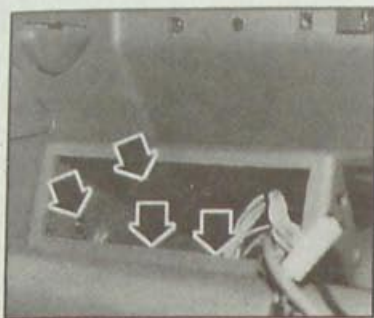

Рис. 13.48. Расположение винтов крепления бокса для радиоприемника
- Снимите боковины крепления бокса для радиоприемника (рис. 13.48).